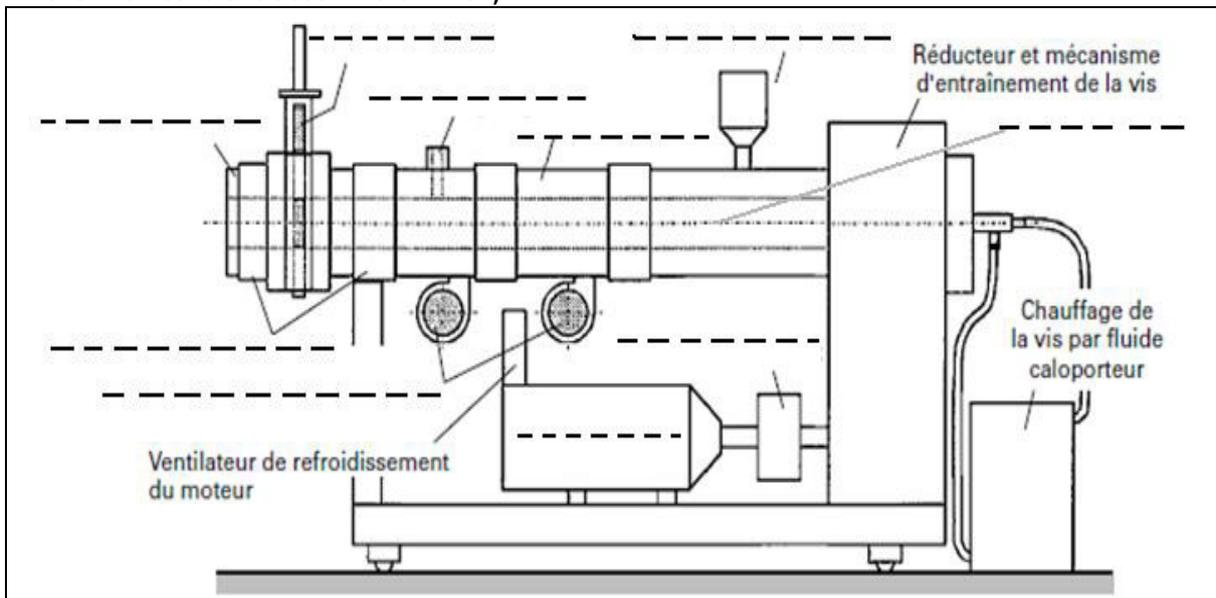

Figure 2. Exemple d'extrudeuse pour matière plastique.
2. La figure 2 montre une extrudeuse monovis. Identifier le nom des principaux éléments de cette machine ;